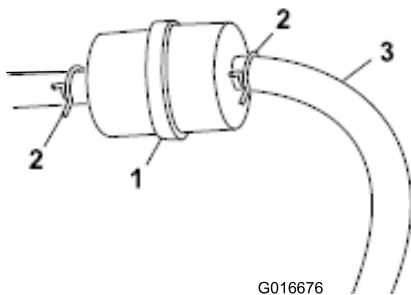

Figure 24
2. Pincez les extrémités des colliers et faites-les glisser pour les éloigner du filtre (Figure 24).
3. Placez un bac de vidange sous les conduites d'alimentation pour recueillir le carburant qui s'écoule, puis enlevez le filtre des conduites (Figure 24).